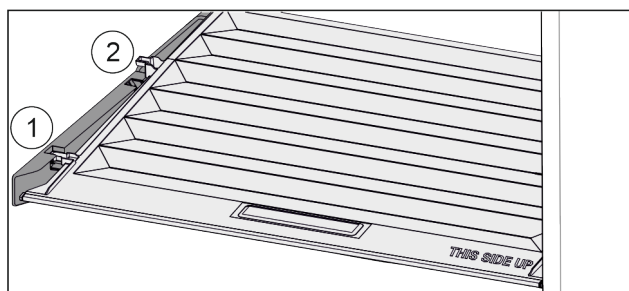

Fig. 115
- ▶ Pokrywę pociągnąć do przodu Fig. 115 (1), aż otworzy się w elementach trzymających.
- ▶ Podnieść tył od dołu i w wyjąć Fig. 115 (2) go do góry.